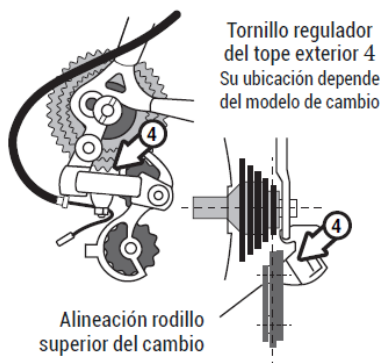

Figura 4
- Situar el rodillo superior del cambio en la misma línea que el piñón más pequeño utilizando para ello el tornillo de regulación 4 de la figura 4.